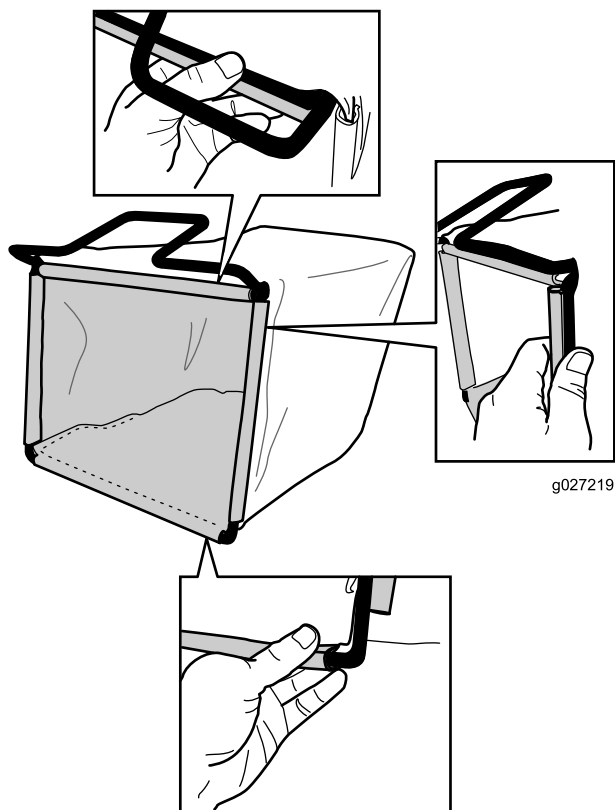

Рисунок 8
2. Зацепите нижний обод мешка за нижнюю часть рамы (Рисунок 8).
3. Зацепите верхний и боковой обод мешка за верхнюю и боковые стороны рамы, соответственно (Рисунок 8).